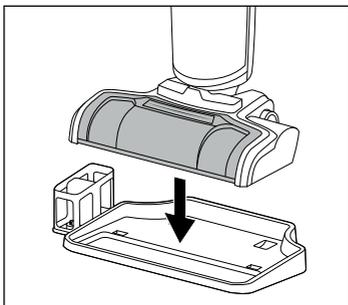

Fig. 45
- ◆ Puneți aparatul pentru depozitare pe tava de depozitare **4** a stației de parcare și curățare (a se vedea fig. 45).